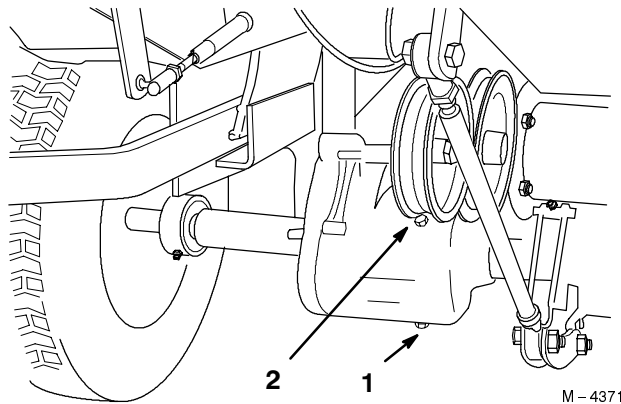

Bild 39
2. Reinigen Sie den Bereich um die Verschlusschraube und stellen ein Auffanggefäß unter die Verschlusschraube der Achse (Bild 39).
3. Entfernen Sie die Verschlusschraube und lassen das Öl in ein Gefäß ab (Bild 39). Schrauben Sie die Verschlusschraube wieder ein, wenn das Öl abgelassen ist.
4. Entfernen Sie den Füllverschluss und befüllen die Achse mit SAE EP 90-Öl (ca. 1,5 l bis zur Füllöffnung) (Bild 39).